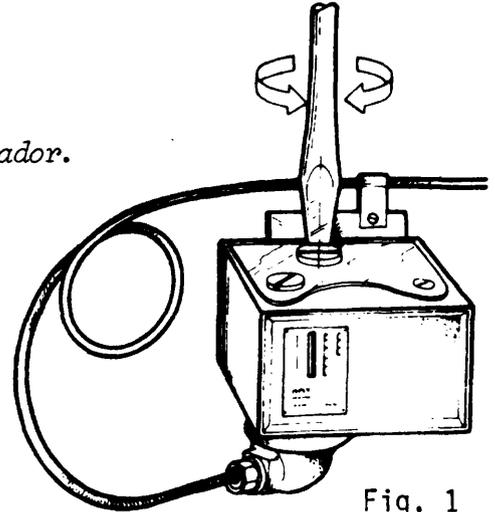

Fig. 1
- c Gire el tornillo de partida hasta el punto deseado (fig. 1).